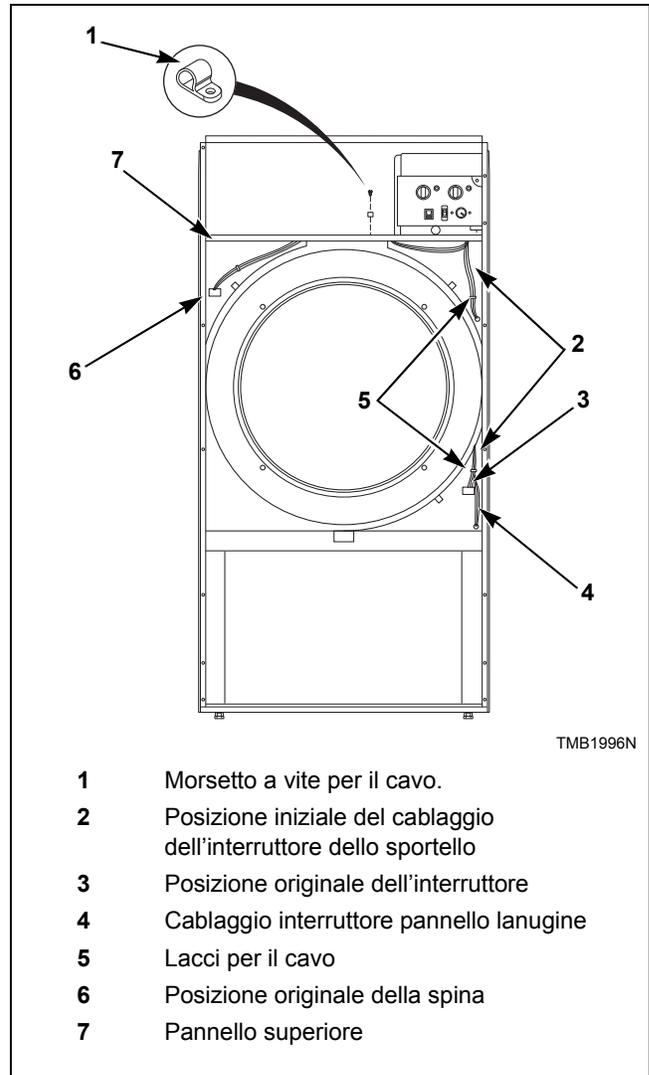

Figura 12
7. Portare il cablaggio dell'interruttore dello sportello verso l'alto attraverso il pannello superiore, lungo la parte sotto la flangia superiore, lungo la parte sotto la flangia anteriore, attraverso il morsetto a vite, poi in basso attraverso il pannello superiore quindi dentro il quadrante sinistro superiore del cilindro. Consultare la *Figura 12*.